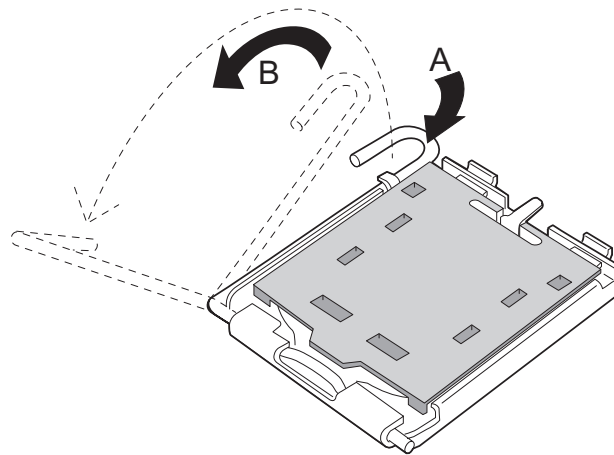

Abbildung 4. Sperrhebel öffnen
2. Öffnen Sie den Sperrhebel des Prozessorsockels, indem Sie den Hebel nach unten und vom Sockel weg drücken (siehe Abbildung 4, A und B).